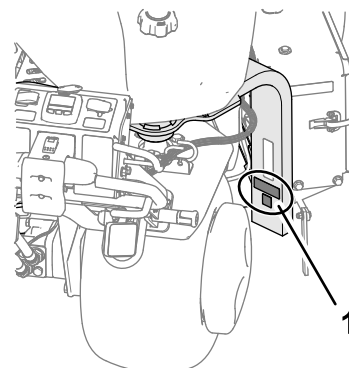

Figura 19
2. Limpie la pata de la horquilla con alcohol, como se muestra en la Figura 19, y deje que la superficie se seque.
3. Aplique la calcomanía CE y la calcomanía del año de fabricación a la pata de la horquilla (Figura 19).